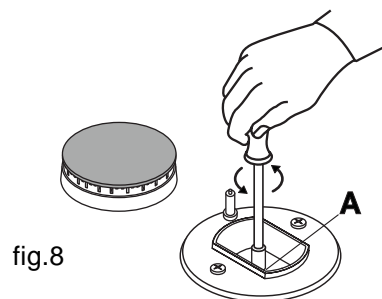

fig.8
- dévissez les injecteurs "A" à l'aide d'une clé à tube de 7 mm. (fig.8) et remplacez-les par les injecteurs appropriés au nouveau type de gaz (cf. tableau 1).